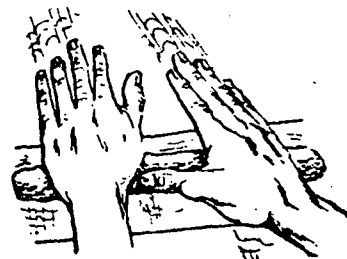

FIG. 1
2.^o Passo – Enrole o barro com as mãos sobre uma táboa, fazendo um cilindro (fig. 1).